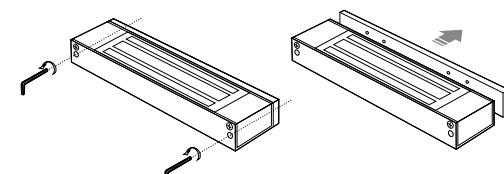

Рис. 6 Отсоединение крепежной планки
- Отсоедините крепежную планку, предварительно открутив снизу фиксирующие ее винты шестигранником, входящим в комплект. См. рис.6.